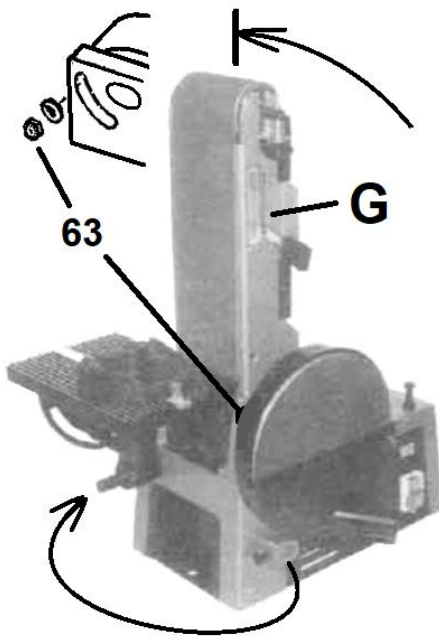

Figure 8-1: Fonctionnement vertical
1. Desserrez l'écrou (63, Fig. 8-1), positionner le bras (G) dans la position verticale. Montez la table. Réglez un angle de 90° entre la table et le bras. Resserrez l'écrou (63) pour fixer le bras.